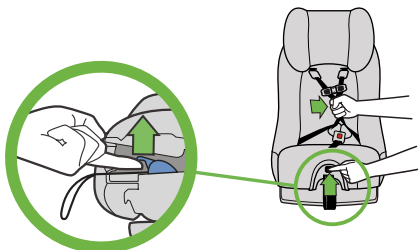

Figura 100
- Levante la lengüeta de ajuste del arnés y al mismo tiempo tire hacia afuera de las correas del arnés de los hombros, como se muestra en la **figura 100**.